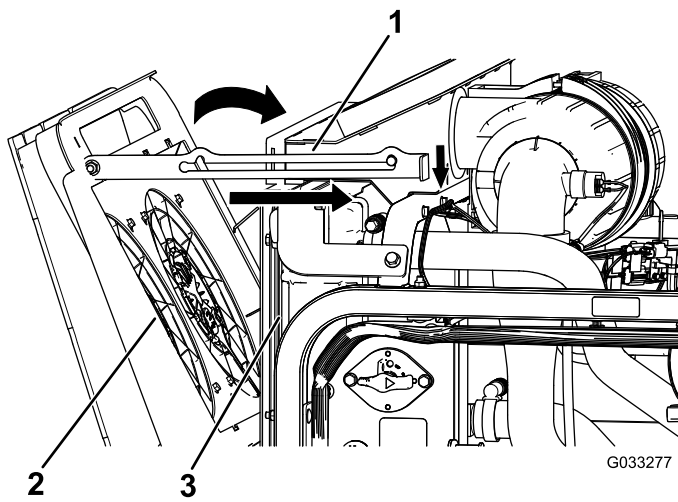

Figura 121
4. Ruotate le ventole di raffreddamento del motore in avanti e bloccate l'asta di sostegno nella tacca (Figura 121).